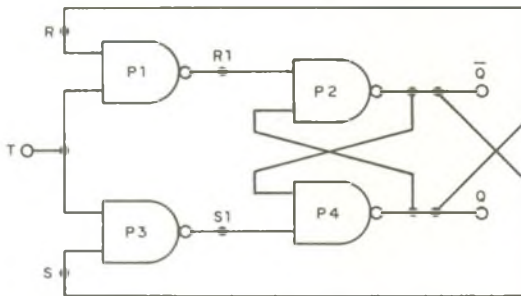
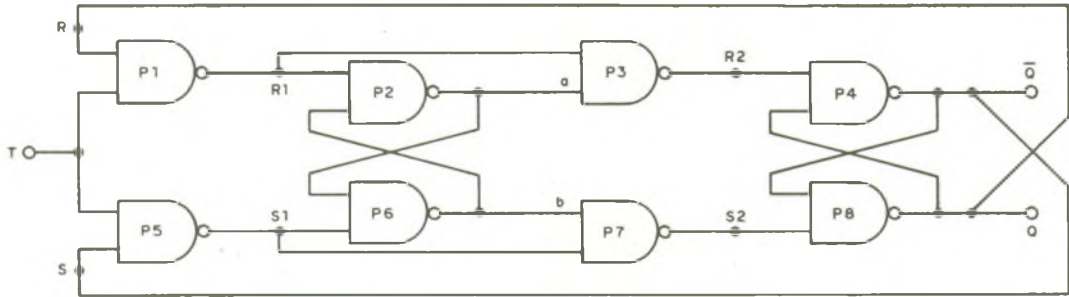
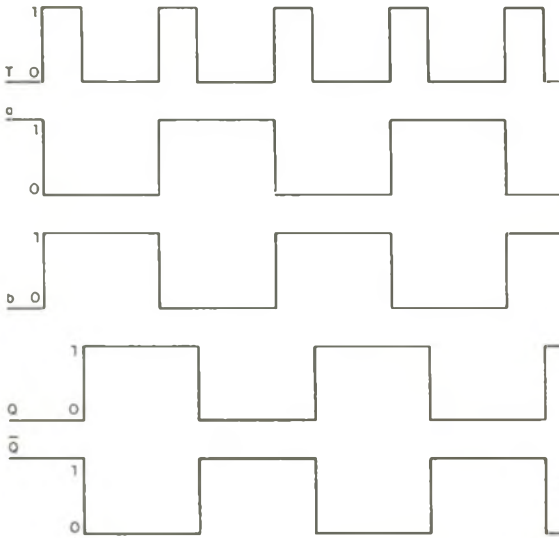
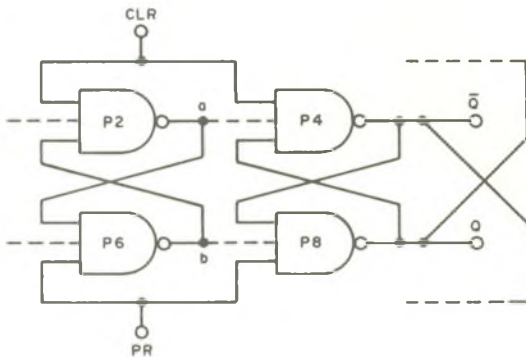

Figura 47 — Circuito oriundo de um "flip-flop" R-S-T básico a portas NE.
Figura 48 – Circuito de “flip-flop” mestre-escravo, tipo T, básico.
Figura 49 — Diagrama de fases do circuito lógico da figura anterior.
Figura 50 — Introdução das linhas de comando "preset" e "clear" no circuito do FF da figura 48.
Consideremos o circuito de "flip-flop" R-S-T básico mostrado na figura 28 (2ª parte) e interliguemos diretamente a entrada R com a saída Q e a entrada S com a saída \bar{Q} , ficando apenas a entrada T para receber os sinais de entrada (figura 47) e constataremos a possibilidade de "virar" o FF sempre que se aplique um estímulo adequado a essa única entrada T do circuito — espera-se que o novo elo de realimentação aplicado apresente resultados satisfatórios.
cuito mais simples que esse e, de preferência, que só utilize circuitos lógicos. A solução se encontra apresentada na figura 48, cujo circuito passaremos a analisar – destaca-se a presença de um par de FFs cruzados no seu “miolo” e um par de portas NE na entrada, dando a aparência de um bi-estável
A figura 49 mostra o diagrama de fases da sequência analisada, estando também apresentado o comportamento lógico dos pontos internos a e b do circuito (figura 48). Nesta figura a e b mudam de estado lógico sempre que há uma transição de 0 para 1 de T, e Q e \bar{Q} mudam de valor lógico sempre que se apresenta o flanco descendente do sinal aplicado.
Com o circuito da figura 48 tanto poderemos
Substituindo as portas P3, P4, P7 e P8 de dupla entrada do circuito da figura 48 por portas lógicas de três entradas e interligando convenientemente, duas a duas, essas outras entradas, tal qual o mostrado pela figura 50, obteremos as denominadas entradas "preset" (PR) e "clear" (CLR) já abordadas na 2ª parte deste trabalho. De fato: a aplicação de um nível 0 em PR faz com que $b = Q = 1$ e $a = \bar{Q} = 0$ e a aplicação de um outro estímulo em CLR, traduzido por um nível 0, faz com que $a = \bar{Q} = 1$ implicando em $b = Q = 0$; no primeiro caso o circuito foi "presetado" e no segundo foi reciclado, permanecendo em uma destas condições até que o estímulo em PR, ou CLR, seja retirado. (1)
Como já foi dito, a implementação apresentada na figura 48 é constituída por um "flip-flop" R-S formado pelas portas P2 e P6 que reage ao flanco ascendente do pulso aplicado em T, o qual é encaminhado a este FF através das portas P1 e P5. A segunda seção da implementação é constituída por um circuito de encaminhamento (operadores lógicos P3 e P7) e um "flip-flop" R-S ("gates" P4/P8), reagindo ao flanco descendente do pulso — esta seção pode ser considerada, a priori, como um bi-estável R-S-T modificado.
imediatamente após a aplicação do primeiro pulso, o valor lógico de S1 passa a ser 0 (situação II), esta condição oriunda da primeira seção atua na segunda via P3 fazendo S2 = 1 que causa a inibição do “flip-flop” à frente (P4/P8 – figura 48). Então, a condição S1 = 0, que se mantém enquanto T = 1, é a responsável pela inibição das oscilações do circuito da figura 47 conforme tivemos oportunidade de verificar. Outra condição de efeito semelhante é R1 = 0, também situada na primeira seção do circuito, que se mantém enquanto T = 1 no segundo pulso (condição IV da última tabela acima).